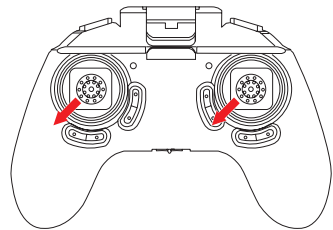

Figure 2: Calibration gyroscope
3. Maintenir simultanément les deux joysticks pendant 3 secondes en diagonale vers la gauche (Figure 2).